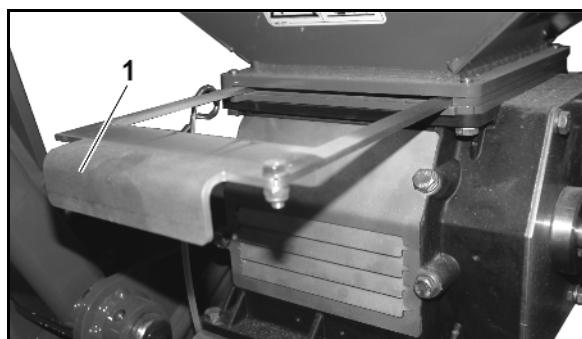

Рис. 110
4. Разблокируйте фиксатор консоли в сложенном виде (Рис. 110/1).